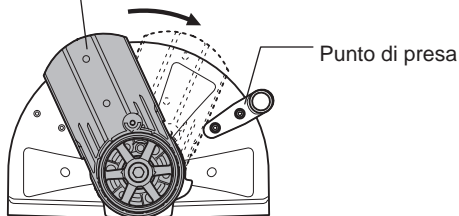

Fig. 4
- (5) Ruotare il braccio fino a toccare il punto di presa e riportare l'albero di bloccaggio nella posizione originale spingendolo con la mano. (Fig. 4)